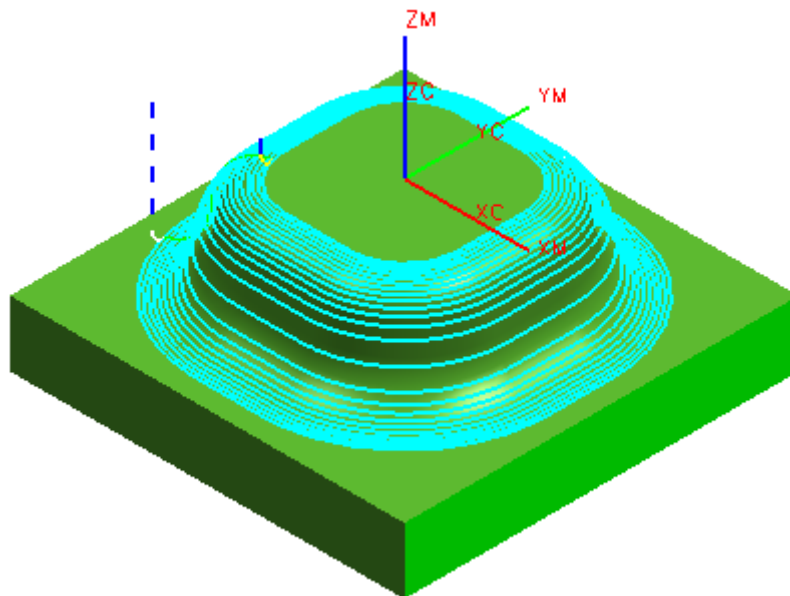

图 6-11
- 单击  生成刀轨，如图 6-11 所示。注意观察，比较陡峭的侧面刀轨不均匀。